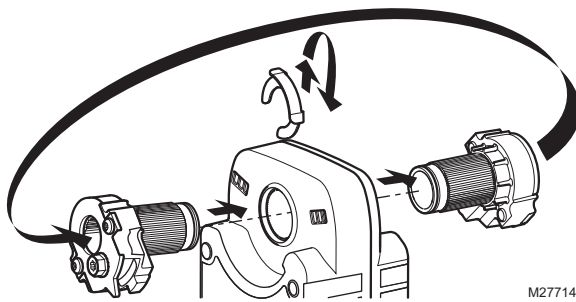

Fig. 29. Cambio del actuador a la configuración normalmente abierta.
- (1) cambie la configuración del interruptor de acción directa/inversa; o bien,
- (2) Para cambiar la dirección del muelle de recuperación: retire, voltee y reemplace el actuador en el soporte.
- d. Desplace el adaptador de eje autocentrante (Self-Centering Shaft Adaptor, SCSA) hacia el lado opuesto del actuador, tal como se muestra en la Fig. 29.